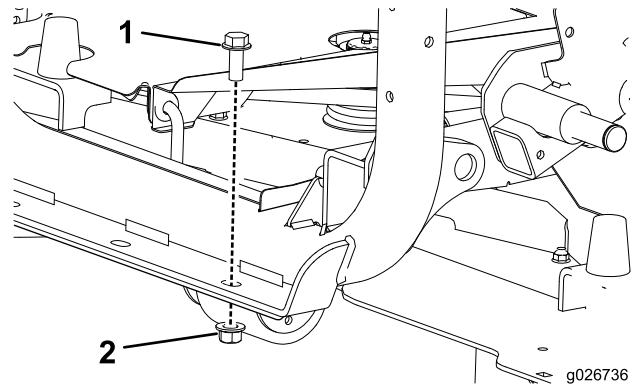

Figure 6
1. Sur le côté droit de la machine, retirez l'écrou et le boulon qui fixent le cadre arrière au cadre avant (Figure 6).